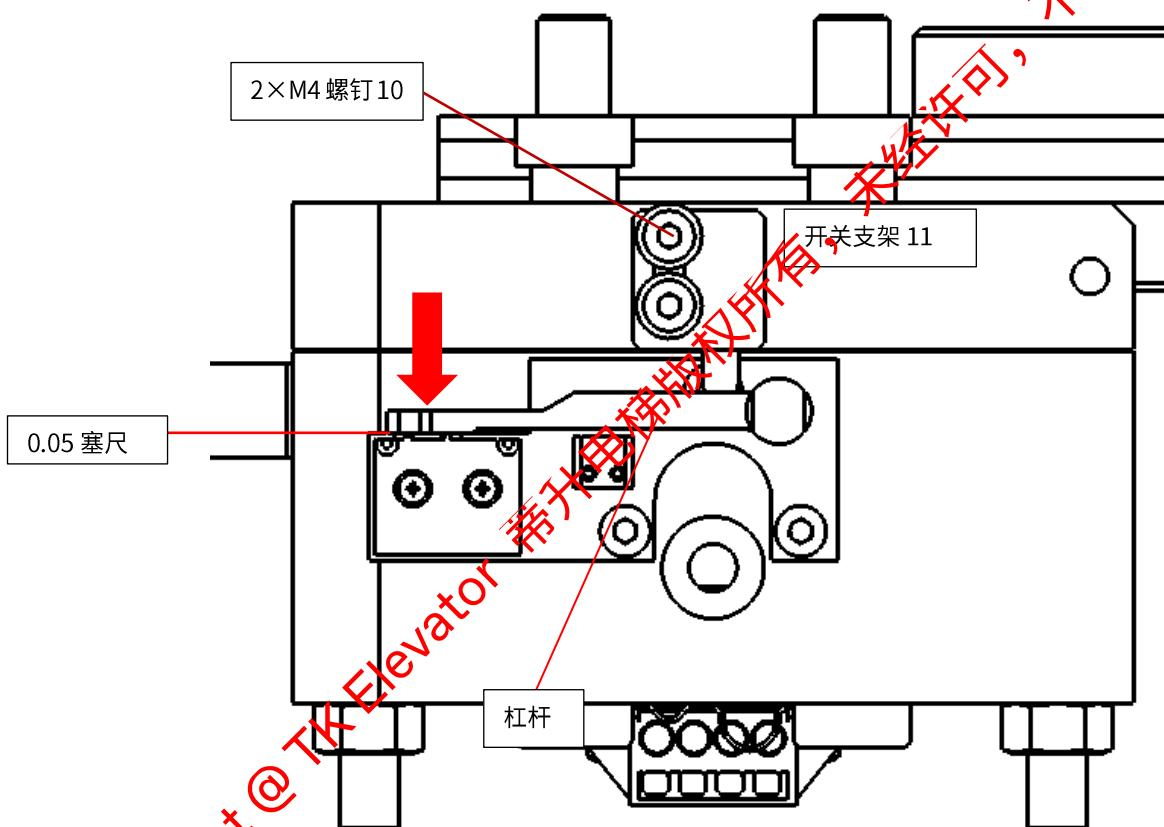

图 8-2 动作监测开关调整示意图
- b. 如图 8-2 所示，松开 M4 螺钉 10 直至能用手轻松推动开关支架 11；
- c. 制动器通电吸合，杠杆与检测开关组件底板之间插入 0.05 塞尺，用一手将杠杆轻轻推到底（如图 8-2 中箭头所示），然后用另一手推动开关支架 11，使开关支架 11 靠近并接触杠杆，然后锁紧 M4 螺钉 10；